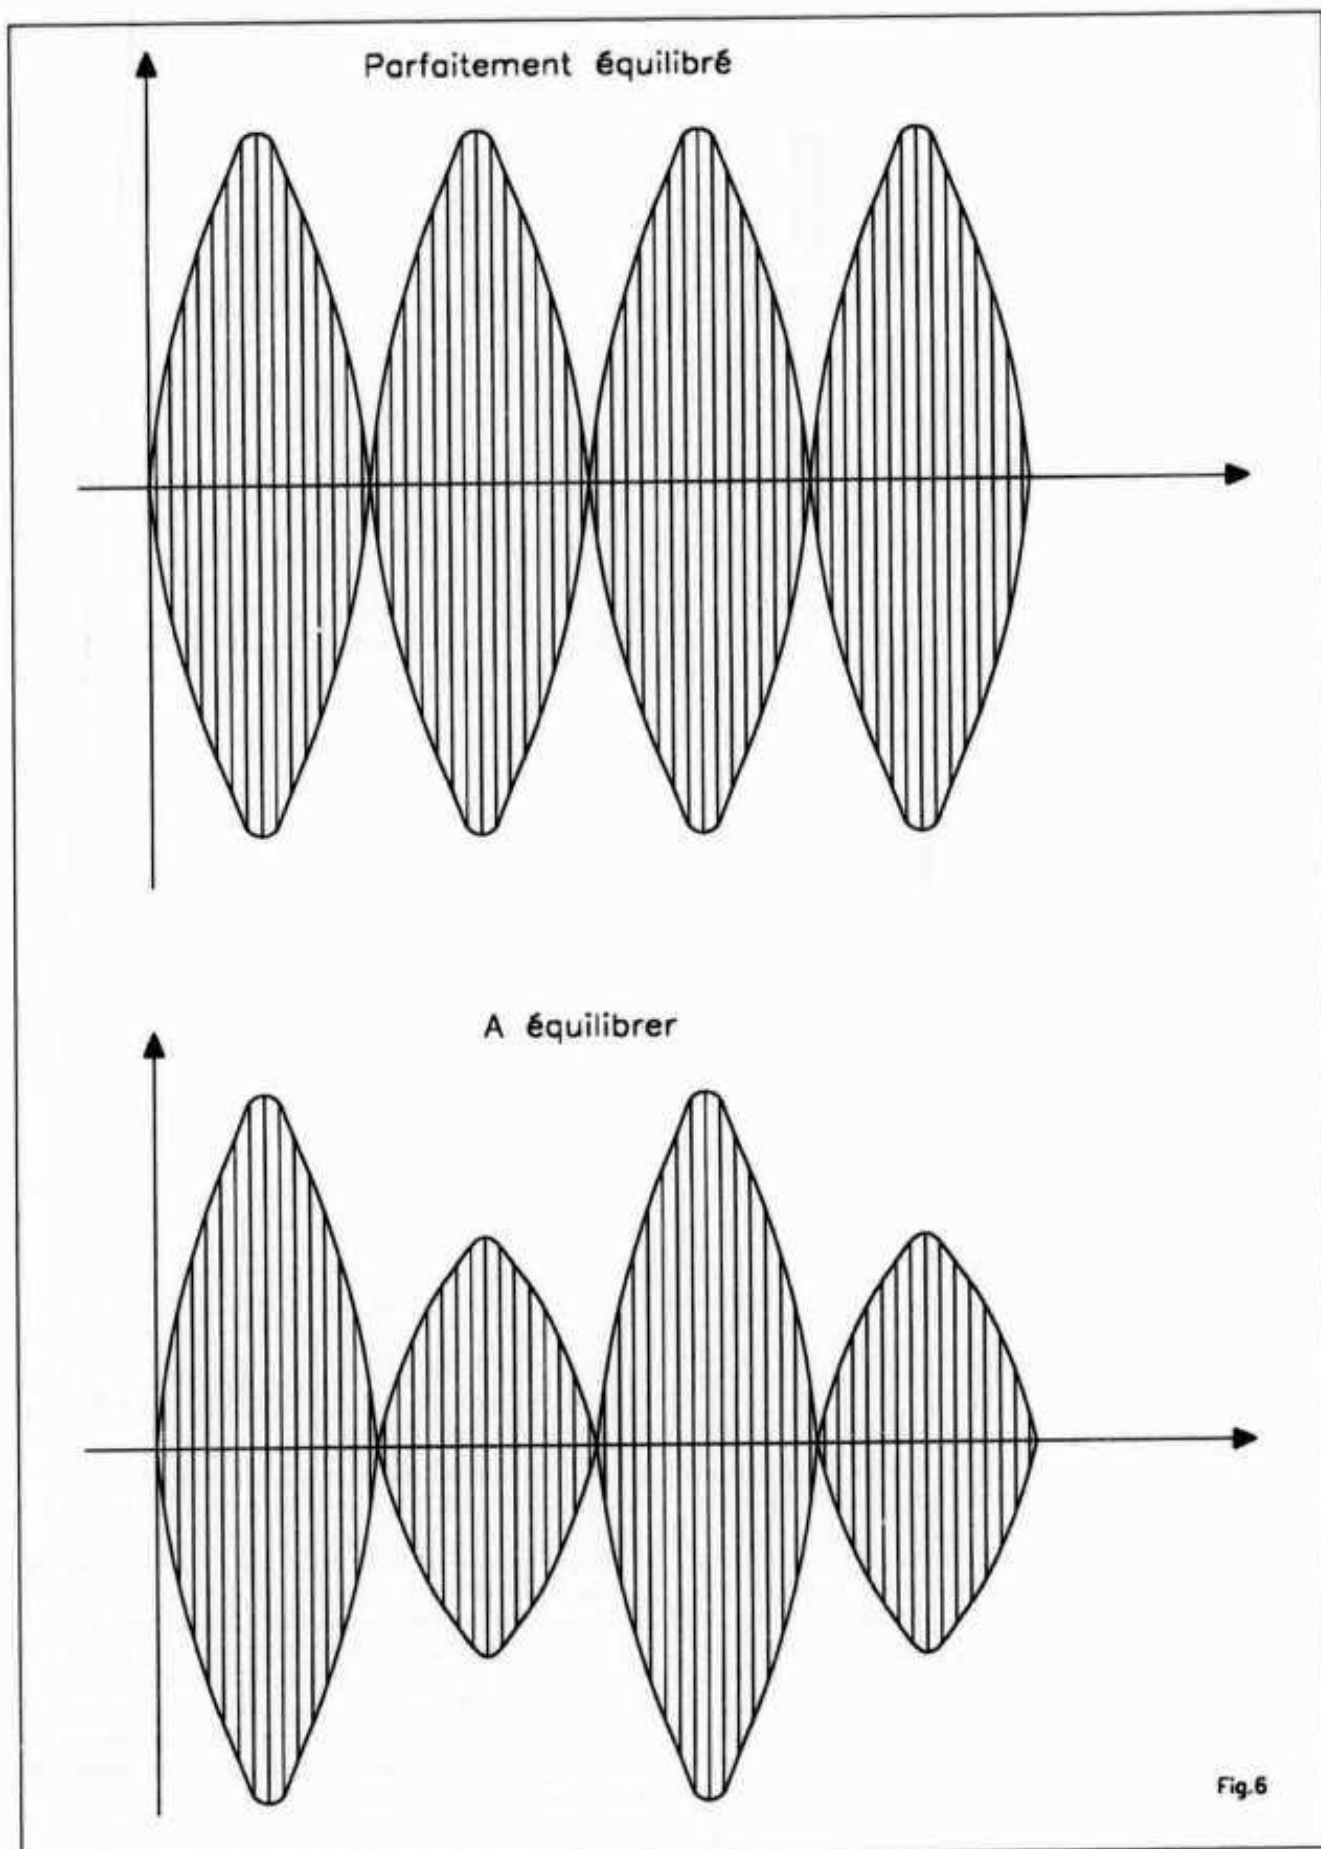

Fig. 6: Réglage de chaque modulateur équilibré avec potentiomètre.
Nous réglerons séparément les deux modulateurs équilibrés et ensuite seulement, nous les superposerons, sans rien retoucher aux réglages. Cette méthode présente l'avantage d'éviter les tâtonnements toujours ennuyeux (voir Fig. 6).
A) Soudez un seul modulateur équilibré sur l'enroulement L3 (voir le schéma d'un seul modulateur équilibré (Fig. 6)).